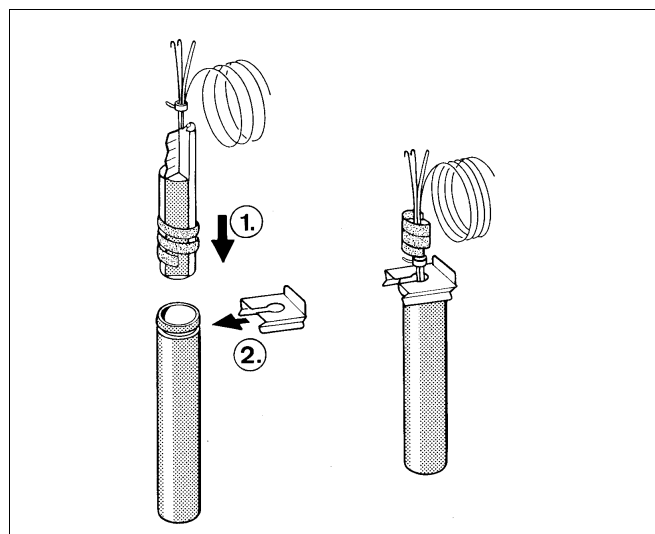

Fig. 4 - Rappresentazione schematica
- La spirale di plastica— per tenere unite le sonde— si autoespelle quando queste sono inserite nella guaina d'immersione (fig. 4)
Per garantire il contatto fra la guaina d'immersione e le superfici delle sonde, e quindi con certezza una perfetta trasmissione della temperatura, deve essere spinta fra le sonde la molla di compensazione, vedi fig. 4.
- Premere il fermasonde, lateralmente o da sopra, sulla testa della guaina d'immersione (fig. 4).